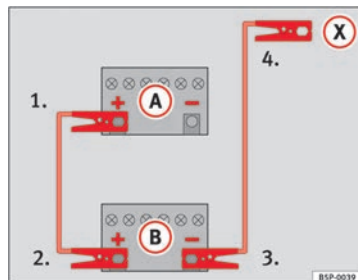
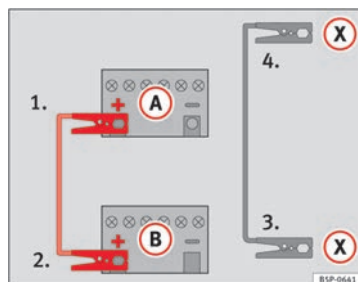

Fig. 172 Schema elettrico per i veicoli non dotati di sistema Start&Stop.
Fig. 173 Schema elettrico per i veicoli dotati di sistema Start&Stop.
- Collegare un'estremità del cavo di emergenza *rosso* al polo positivo (+) del veicolo con la batteria scarica (A) ⇒ fig. 172.
- Collegare l'altra estremità del cavo di emergenza *rosso* al polo positivo (+) della batteria che fornisce la corrente (B).
- Collegare un'estremità del cavo di emergenza *nero* al polo negativo (-) della batteria che fornisce corrente (B) ⇒ fig. 172.
- Collegare l'altra estremità del cavo di emergenza *nero* (X), al monoblocco del motore del veicolo con la batteria scarica oppure ad un elemento metallico massiccio annesso al monoblocco e comunque il più lontano possibile dalla batteria (A).
- Collegare un'estremità del cavo di emergenza *rosso* al polo positivo (+) del veicolo con la batteria scarica (A) ⇒ fig. 173.
- Collegare un'estremità del cavo di emergenza *nero* (X) a un terminale di massa idoneo, a un elemento metallico massiccio avvitato al monoblocco del motore o al monoblocco stesso ⇒ fig. 173.